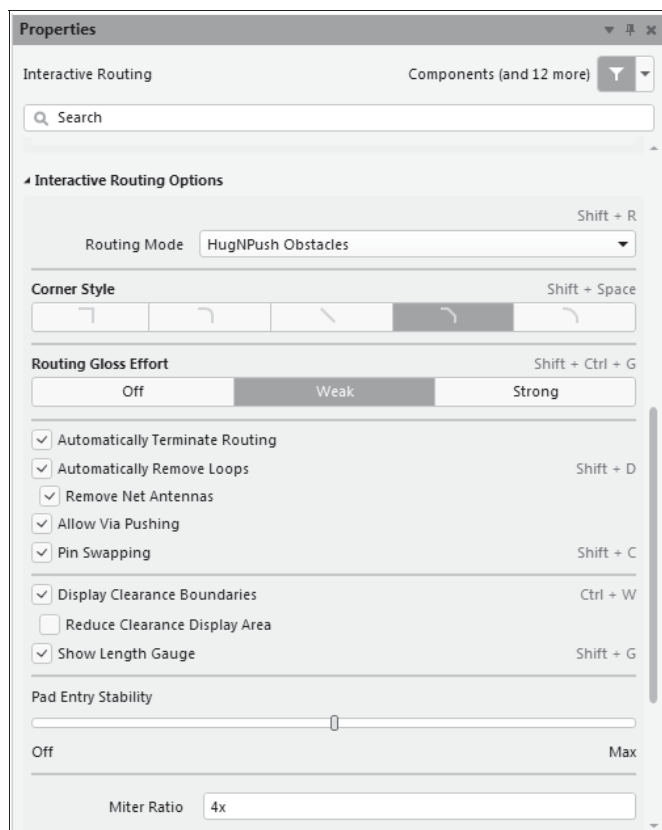
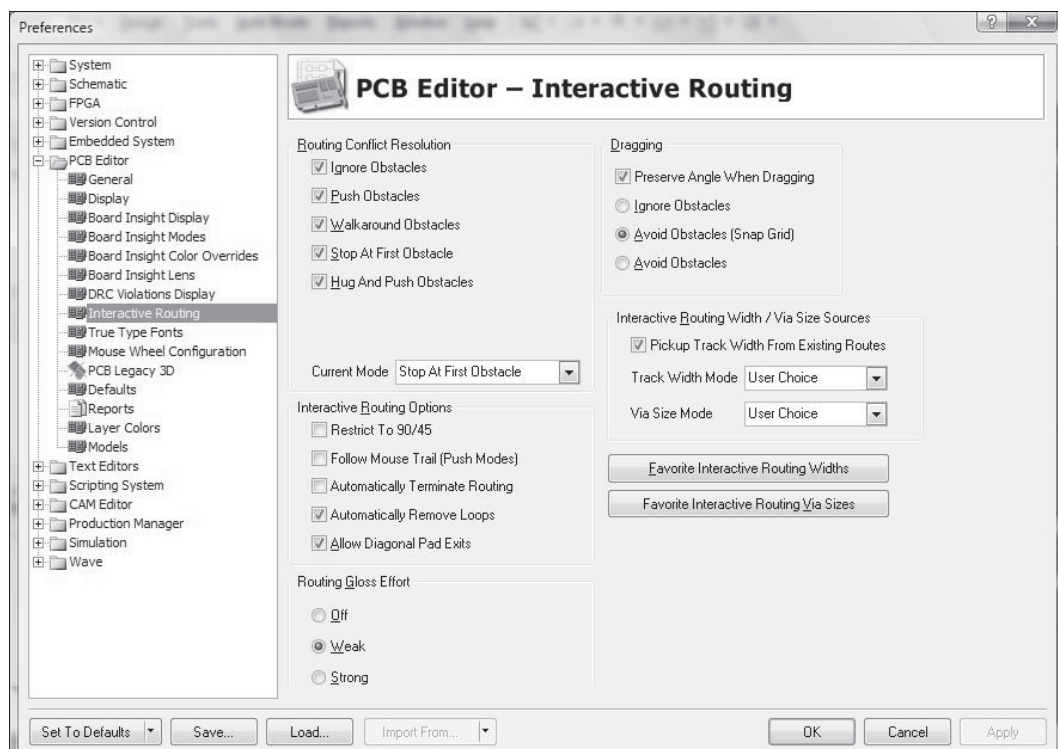

Рис. 6.5. Функции «горячего» редактирования трассы печатного монтажа
Рис. 6.7. Настройка правил разрешения конфликтов трассировки
В ходе прокладки трассы стиль выполнения сегментов и целый ряд других свойств печатной трассы может также редактироваться так называемым «горячим» редактированием (Re-entrant Editing), запускаемым нажатием клавиши <Tab>. При этом активизируется панель **Properties** (рис. 6.5). Интересующие нас функции сопряжения сегментов печатной трассы выведены в линейку кнопок управления **Corner Style** секции **Interactive Routing Options**.
- ☐ <Tab> — активизация функции «горячего» редактирования свойств текущего сегмента (см. рис. 6.5);
В процессе разводки трасс печатного монтажа постоянно возникают конфликты — на пути печатного проводника оказываются цепи, проведенные ранее, контактные площадки компонентов, запретные зоны и другие препятствия. В правилах Altium Designer предусмотрено несколько способов разрешения конфликтов. Назначение этих правил выполняется в ветви дерева правил **PCB Editor** — **Interactive Routing** диалогового окна **Preferences** (рис. 6.7), открываемого по команде **DXP | Preferences**.
Комбинацией клавиш <Shift>+<R> выполняется циклическое переключение между режимами разрешения конфликтов в ходе прокладки трассы. Сообщение о текущем режиме выводится в строке статуса главного окна программы. Текущий режим разрешения конфликтов отображается также в поле **Current Mode** диалогового окна **Preferences** (см. рис. 6.7) и в поле **Routing Mode** панели **Properties** (см. рис. 6.5).